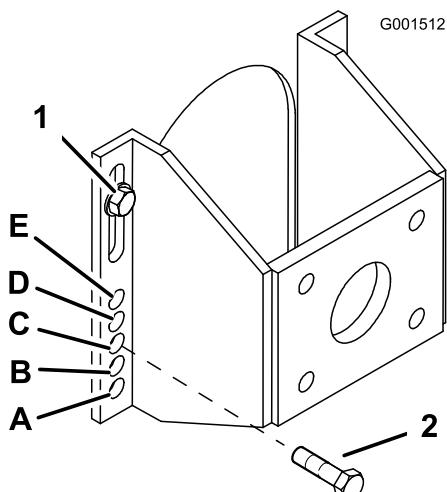

Figura 20
- Afloje, sin retirarlos, los 2 pernos superiores del eje (Figura 20).
- Retire los 2 pernos inferiores del eje (Figura 20).
- Eleva o baje el soporte de montaje para poder instalar los 2 pernos de ajuste del eje en el taladro deseado (Figura 20). Utilice un punzón cónico para ayudar a alinear los taladros.